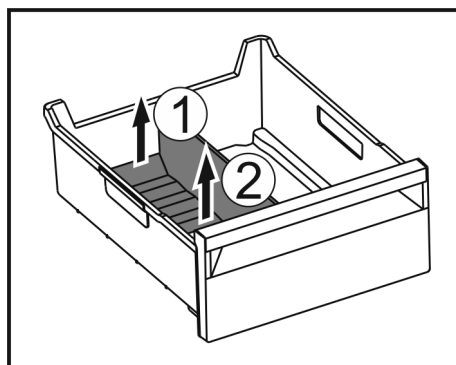

Fig. 138
- ▶ Løft opp baksiden av isrom-deleren. Fig. 138 (1)
- ▶ Ta ut isrom-deleren oppover. Fig. 138 (2)